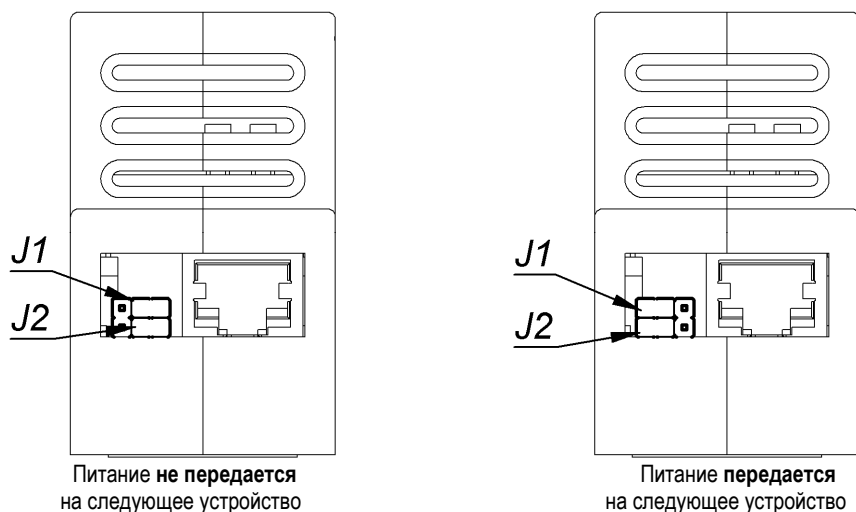

Рис.3 Установка джамперов.
1. Установите джамперы J1 и J2 в соответствии с рис.3.
5. Управление режимом подачи питания на последующее устройство осуществляется джамперами, расположенными на торце устройства со стороны "ВЫХОД" (см. рис. 3)